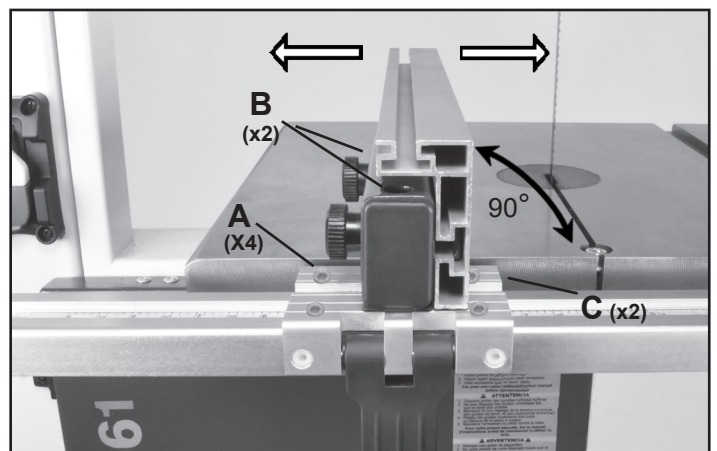

FIGURE 16
2. Avec la clé hexagonale de 4 mm, ajustez les deux vis à têtes hexagonales (#103A, FIG. 16, C) à l'arrière du support du guide. Tournez les deux vis en sens horaire pour augmenter la pression de serrage et dans le sens anti-horaire pour diminuer la pression de serrage. Notez que ces ajustements peuvent aussi changer l'angle du guide par rapport à la lame et à la rainure pour guide d'onglet dans la table.
L'alignement du guide par rapport à la lame et la rainure pour guide d'onglet peut aussi être fait à l'aide des deux vis (Fig. 16 B, #108) qui retiennent le bloc de support du guide (#107) au support du guide (#100A). Utilisez une clé hexagonale de 5mm pour ajuster ces vis.
La guide à refendre (#106) peut être ajustée à 90° par rapport à la table en tournant les quatre vis de réglage en plastique (#160) jusqu'à atteindre le réglage souhaité (A-Fig. 16).